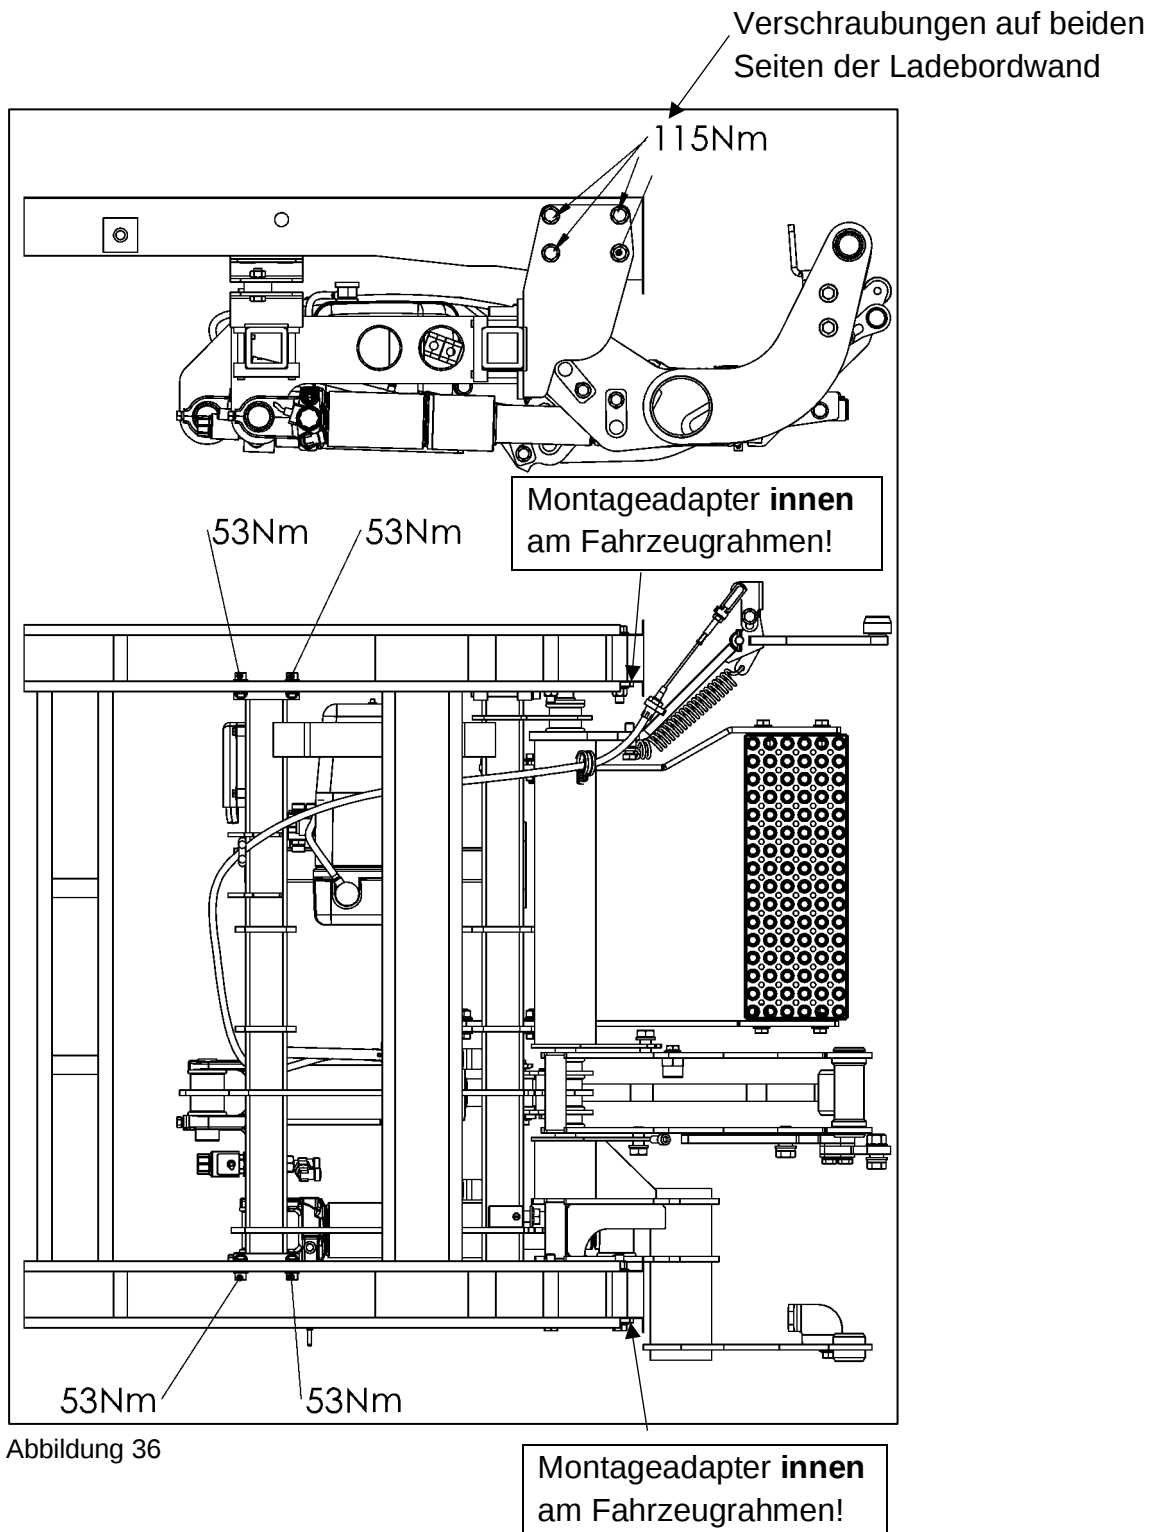

Abbildung 36
- Hubwerk (mit Adaptern) mit dem Fahrzeug verschrauben und mit einem Drehmoment von 115 Nm hinten und 70 Nm vorne festziehen (siehe Abbildung 36).